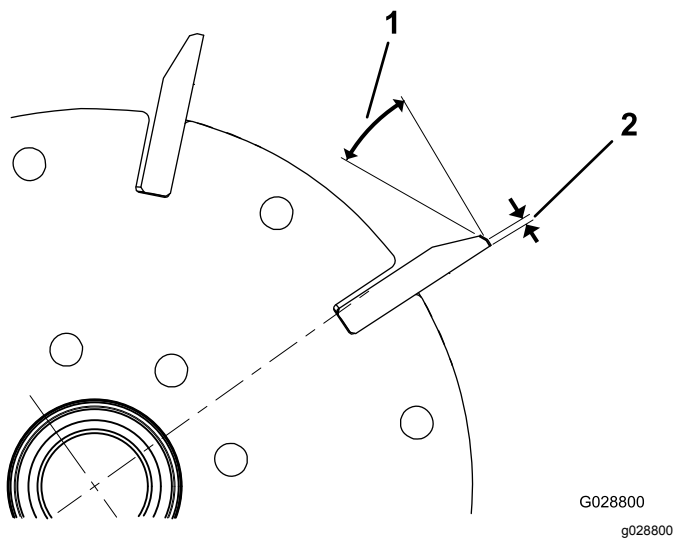

Bild 25
1. Tragen Sie einen Nachschliff von 30 Grad auf alle Messerspindeln auf, bis die Kante 1,3 mm breit ist (Bild 25).